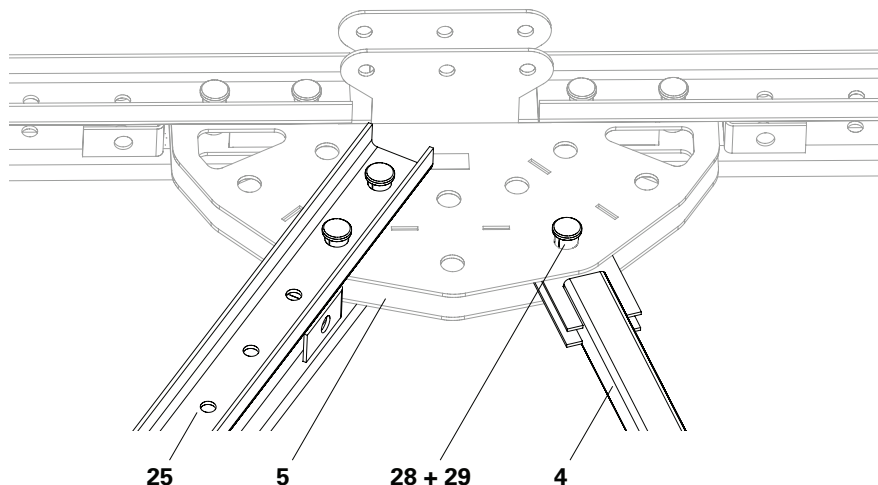

Fig. A2.10
2. Avvitare i correnti in acciaio 262 (**25**) con 2x perni Ø 32 (**28**) nei nodi di corrente ATG (**5**) e fissare con un inserto a molla 5/2 (**29**). (Fig. A2.10)
2. Avvitare le diagonali di trave 262 (**4**) con 1x perno Ø 32 (**28**) nei nodi di corrente ATG (**5**) e fissare con un inserto a molla 5/2 (**29**). (Fig. A2.10)